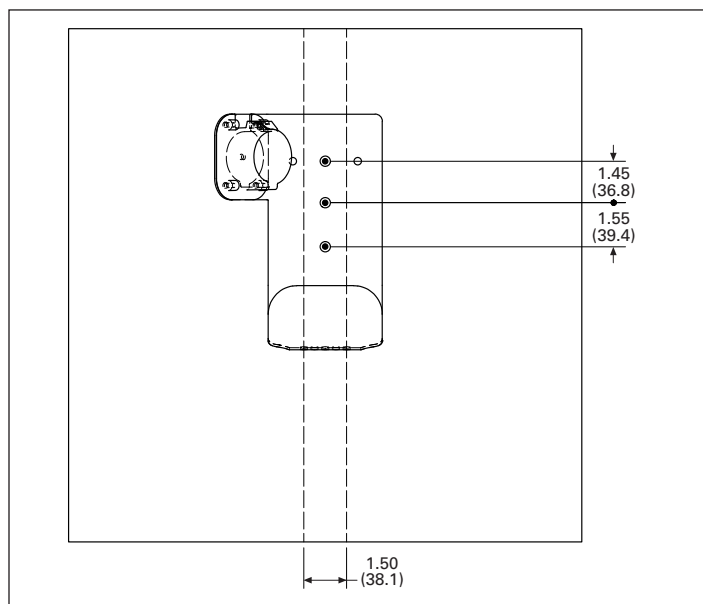

Figura 1. Dimensiones del orificio de montaje en pulgadas (mm)
Paso 2. Utilizando la funda prémium para cables como plantilla, tal como se muestra en la **Figura 1**, alinee con precisión los tres orificios del soporte a lo largo de la línea central del perfil montante y marque cada uno de los tres orificios de montaje.